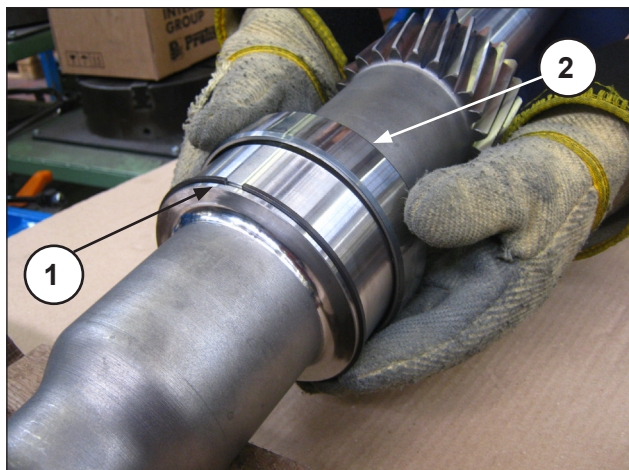

Fig. 78
Montare sugli alberi PTO $r=3,46$ e $r=4,23$ l'anello d'arresto e l'anello interno, preriscaldandolo, del cuscinetto a rullini (pos. ①, pos. ② Fig. 78).